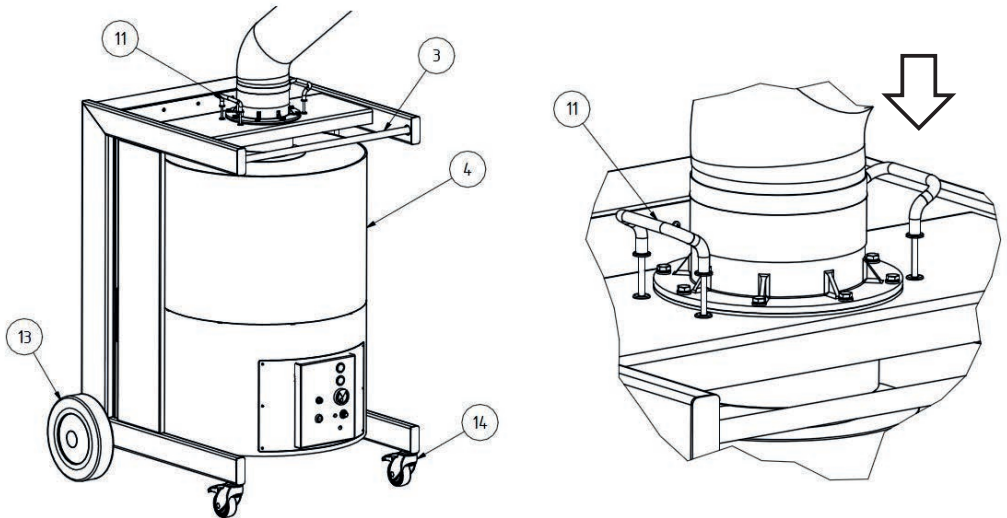

Abbildung 2, Auspacken und Montage der Räder
- Drücken Sie nun das Filterwechselsystem an den beiden Griffen bis zum Anschlag nach unten (Abb. 2, Pos. 11).